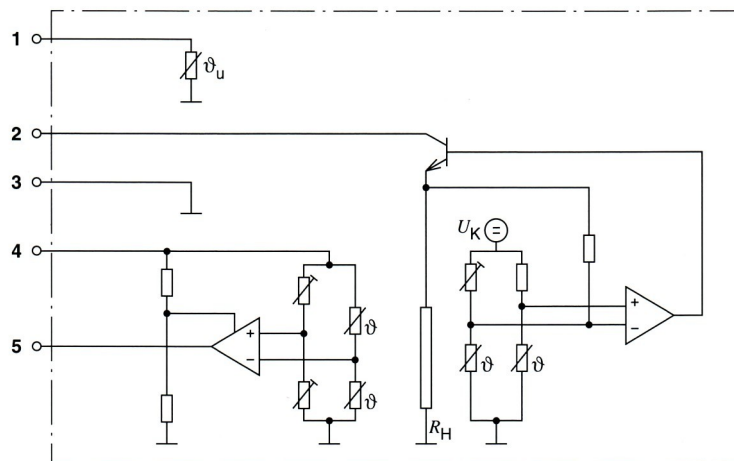

Fig.2 Aansluiting en elektrisch schema van een luchtmassameter (info Bosch).
- 2) Sluit een voltmeter of een oscilloscoop aan op de signaalpin en de massa (zie fig.2).
- 3) Noteer de afgelezen waarde in de tabel (1).
- 4) Blaas met behulp van de föhn lucht door de luchtmassameter in de doorlaatrichting. Let dus op de juiste richting en noteer weer de spanning (2).
- 5) Blaas met behulp van de föhn lucht door de massameter maar nu in omgekeerde richting. Noteer de gemeten spanning (3).
- 6) Verwijder de voeding en sluit een ohmmeter aan tussen pin 1 en de massa (min) 3. Noteer de weerstandswaarde in de tabel (4).
- 7) Blaas met behulp van de föhn warme lucht door de massameter en noteer weer de weerstandswaarde (5).
- 8) Meet indien u beschikt over een temperatuurmeter, de temperatuur van de uitstromende lucht van de fohn (6).